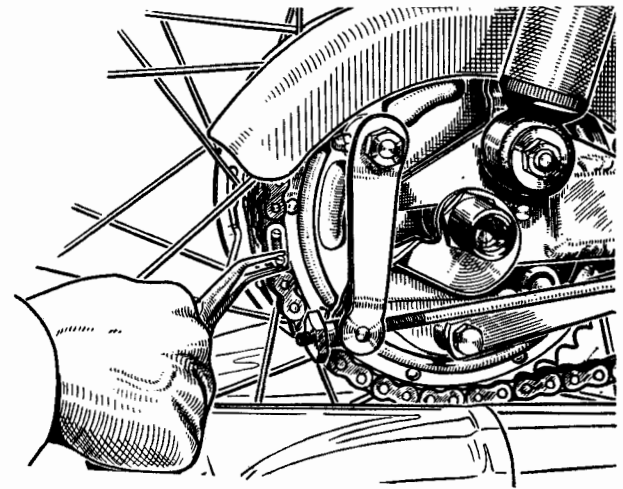

Fig. 15
c) **CHAÎNE.** — Celle-ci a pour fonction d'entraîner la roue arrière en l'accouplant au moteur. Il est nécessaire de la huiler de temps en temps et même de la démonter pour la nettoyer à l'essence. Pour effectuer ce démontage, il suffit d'enlever la sûreté de la chaîne lorsque celle-ci se trouve sur le pignon arrière. Après le nettoyage, la chaîne sera trempée dans un bain chaud de graisse graphitée. Lors du remontage, veiller à replacer la sûreté, la partie arrondie dans le sens du mouvement de la chaîne (Fig. 15).